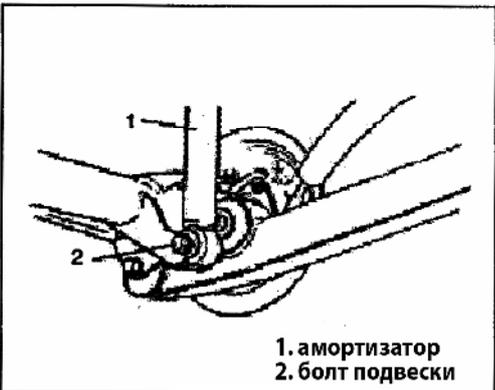

Рис. 558
5) Снимите болт нижнего крепления амортизатора (Рис. 558).